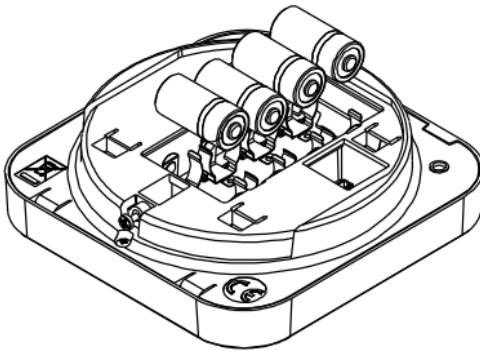

Fig. 5
4. Tag batterierne ud, og erstat dem med nye. Vær opmærksom på polariteten, når du lægger de nye batterier i (se Fig. 5).